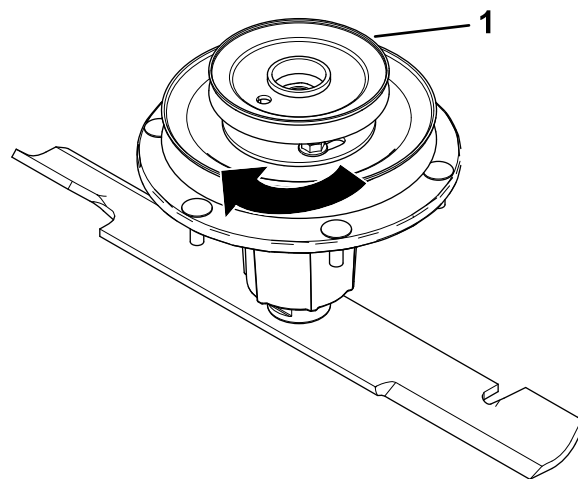

Figura 6
7. Girate la puleggia per bloccarla in sede (Figura 6).